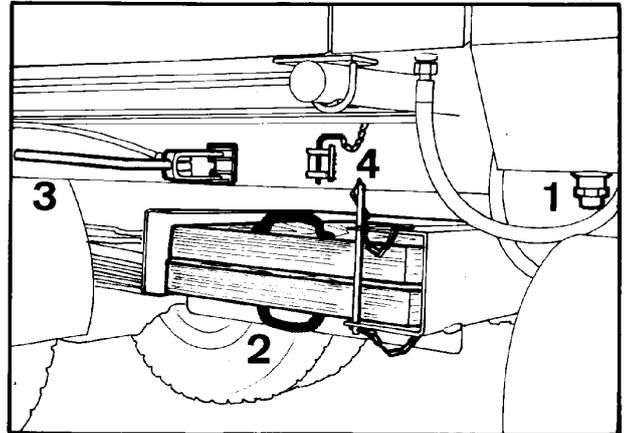

Fig. 1
- Soltar el dispositivo de retención de eje al tratarse de vehículos de dos ejes (p. ej. palanca 3, Fig. 1).